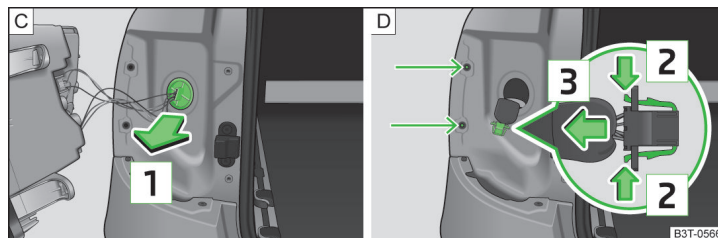
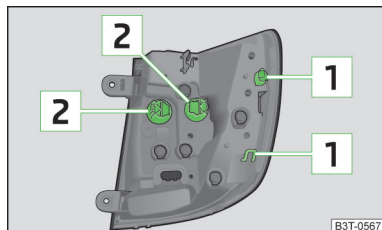

Fig. 210 Démontage du joint/de la fiche de la prise
Fig. 211
- Déverrouillez le cache dans le sens de la flèche **1** » fig. 210 - **C**.
- Retirez le faisceau de câbles avec la fiche » fig. 210 - **D**.
- › Comprimez les deux verrouillages sur le connecteur dans le sens de la flèche [2] » fig. 210 - [D].
- › Déverrouillez le cache dans le sens de la flèche [1] » fig. 210 - [C].
- › Placez le bloc optique arrière avec les ouvertures [1] » fig. 211 à la page 240 dans les caches de la carrosserie » fig. 210 - [D].
- › Faites tourner la douille de l'ampoule [2] » fig. 211 jusqu'en butée en sens **antihoraire** et retirez-la du boîtier de la lampe.